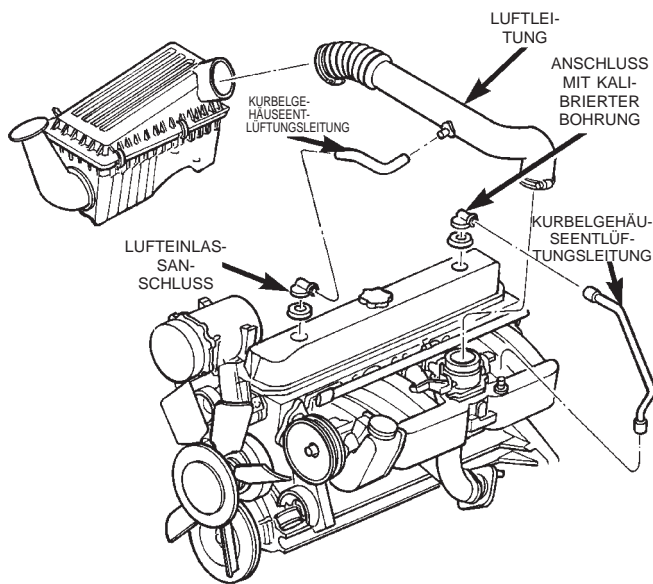

Abb. 39 Spezialwerkzeug mit kalibrierter Bohrung am 4.0L-Sechszylindermotor montieren
(4) **4.0L-Sechszylindermotor:** Die Kurbelgehäuseentlüftungsleitung (Abb. 39) vom Anschluß am Ansaugkrümmer abziehen. Einen kurzen Gummischlauch am Spezialwerkzeug 6714 anschließen (der Gummischlauch kann von beiden Seiten am Spezialwerkzeug angeschlossen werden). Die abgezogene Entlüftungsleitung seitlich am Motor hängen lassen.